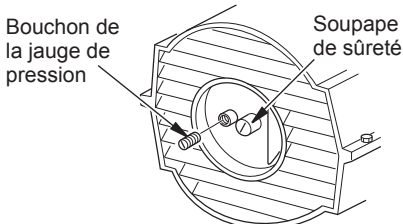

Figure 17 - Retrait du bouchon de la jauge de pression (montrant le modèle 70)
- Retirez le bouchon de jauge de pression du couvercle des filtres (voir figure 17).